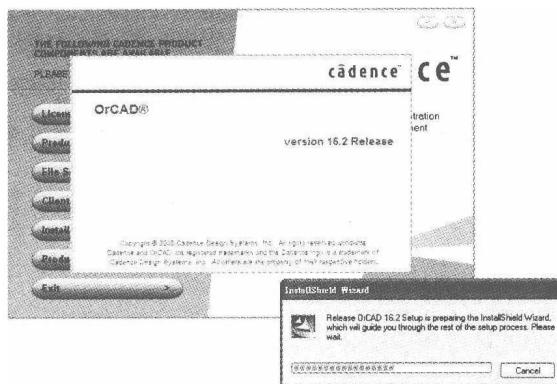

图 1.2
④ 单击“Product/Demo Installation”，此时屏幕上会出现如图 1.2 所示的界面，请您稍候，等待安装向导(InstallShield Wizard)准备就绪。